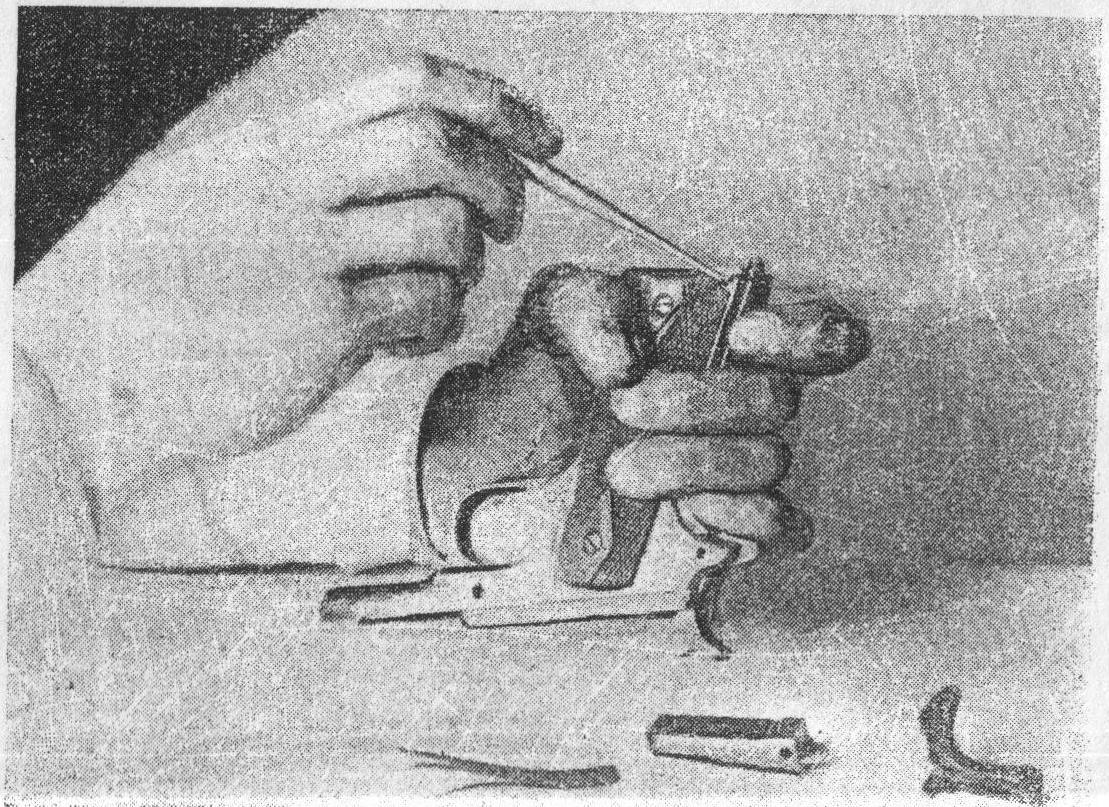

Рис. 16.
13. Вынуть задвижку с боевой пружиной и автоматический предохранитель рукоятки остова пистолета. Положив остов пистолета на стол, правой стороной кверху, выбить чеку задвижки при помощи выколотки легкими ударами деревянного молотка (рис. 16), затем за кольцо выдвинуть задвижку вниз.